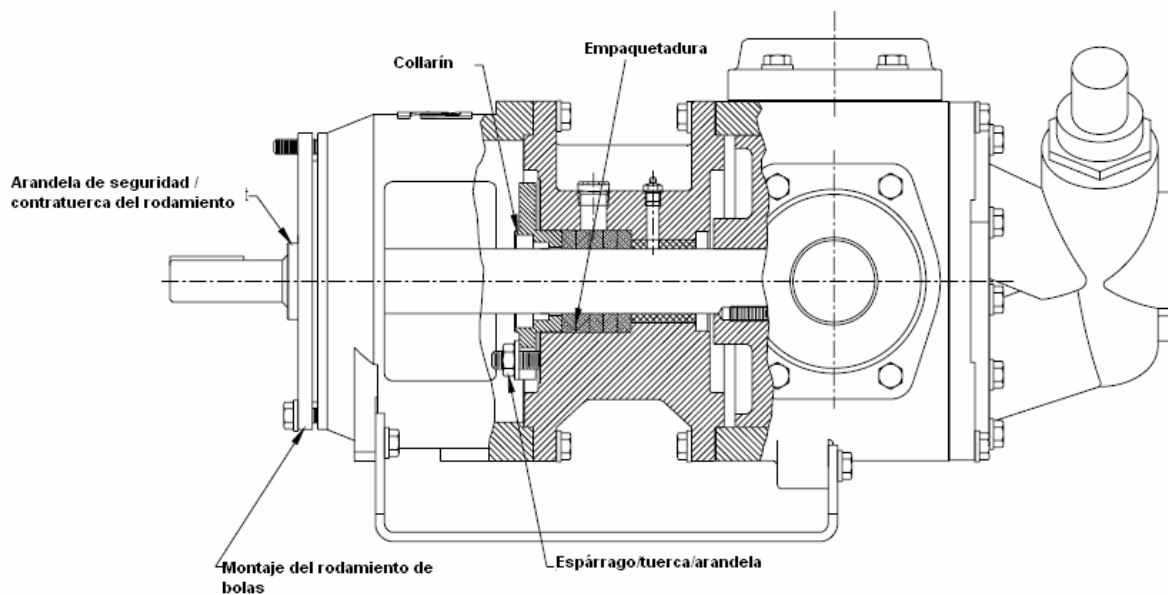

Figura 6 – Bomba con empaquetadura
A. Bombas con empaquetadura (consulte la Figura 6):